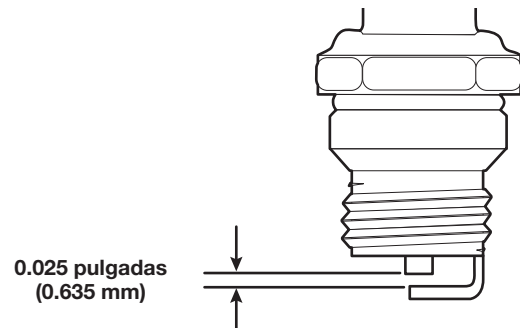

Fig. 24
4. Use un calibrador de separación para ajustar una separación de aire de **0.025 pulgadas (0.635 mm)** (Fig. 24).